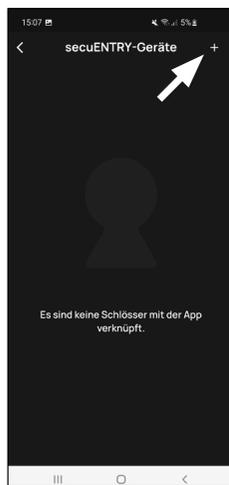

Abb. 2
- 2 Die App zeigt eine Auflistung der bereits registrierten Schlösser (Motorschloss oder Zylinder). Bei der Ersteinrichtung ist diese leer. Um ein neues Schloss einzurichten, tippen Sie auf das „+“ oben rechts (Abb. 2).